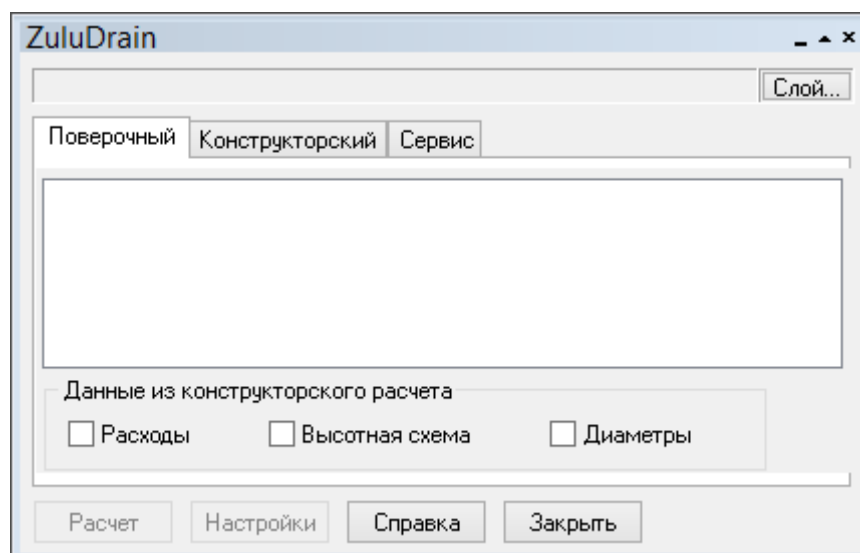

Рисунок 60. Панель гидравлических расчетов
1. Выберите команду главного меню Задачи\ZuluDrain или нажмите кнопку  на панели инструментов. На экране появится панель гидравлических расчетов (Рисунок 60, «Панель гидравлических расчетов»).